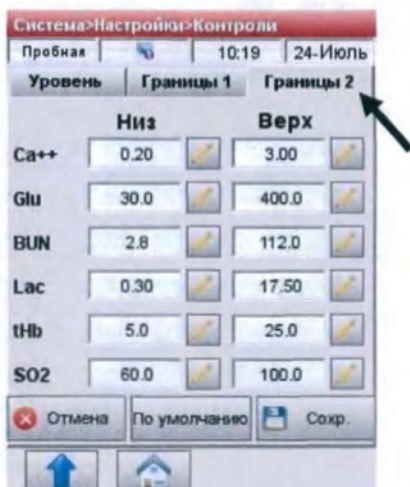

Рис.3-10 Подтвердите контрольные диапазоны
9. Нажмите **<Границы 2>** чтобы перейти к следующей вкладке и ввести границы для следующих параметров доступных в данном контрольном материале (Рис.3-10).